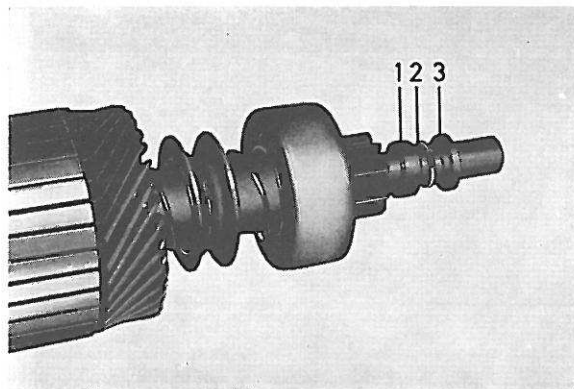

Figure 40. Pignon, jonc de verrouillage et écrou
les de réglage axial) et la bague (3, figure 40) en les retirant vivement de l'arbre. Faire reculer la bague épaisse (1) de 5 à 8 mm sur l'arbre de manière à pouvoir enlever le jonc de verrouillage (2) et de retirer ensuite la bague de l'arbre.